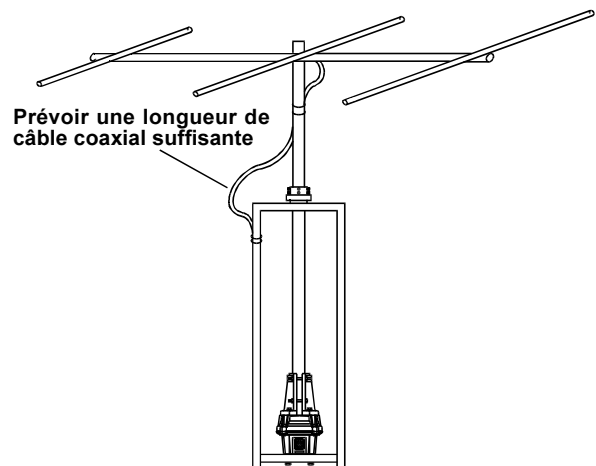

Figure 8
11. Prévoir une longueur de câble coaxial suffisante pour qu'une rotation de 450° puisse être effectuée sans gêne (voir Figure 8). Enfin fixer le câble coaxial à plusieurs endroits sur le pylône en prenant garde au coulisement éventuel du pylône.